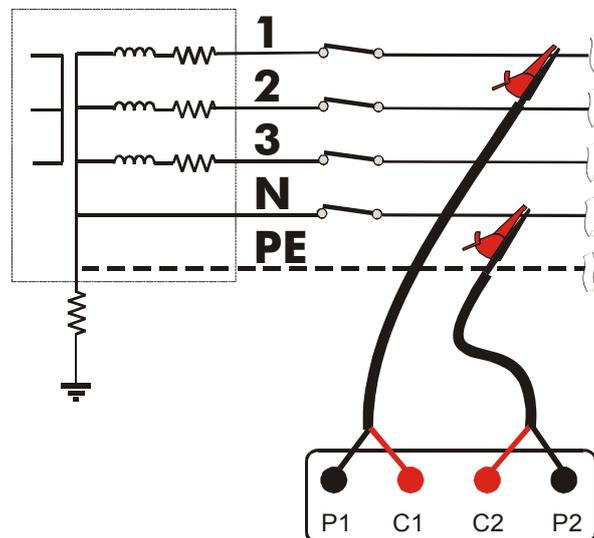

Fig. 4: Collegamento strumento per Misura dell'impedenza Fase-Neutro
2. Collegare i coccodrilli alla rete elettrica in esame (vedere Fig. 4).
3. Inserire le coppie di cavi nero-rosso dei cavi C7000 nei rispettivi terminali di ingresso dello strumento **seguendo la sequenza di inserimento P1, P2, C2, C1** (vedere connessione in Fig. 4).